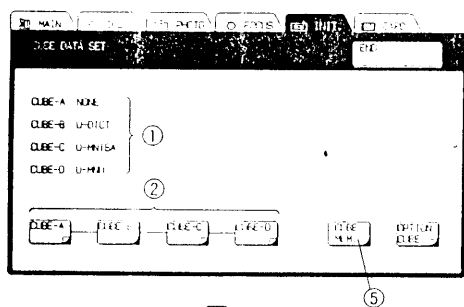
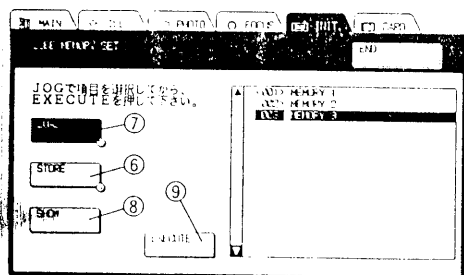

図 6
図 8
1 キューブデータの設定(CUBE) (図6, 7)
- 1) INIT. 設定画面の [CUBE] スイッチ(以後スイッチは略します。)を押すと、図6のキューブデータ設定画面となります。
(図 8)
- 1) **CUBE MEM.** ⑤(5頁図6)を押すと、図8の画面となります。
- 2) **STORE** ⑥を押し、JOGダイヤルで登録したいメモリーNo.を選択します。
- 3) **EXECUTE** ⑨を押すと、確認画面がでますのでOKの場合は **ENTER** を、間違った場合は **CANCEL** を押します。
- 2) **LOAD** ⑦を押し、JOGダイヤルで呼出ししたいメモリーNo.を選択します。
- 3) **EXECUTE** ⑨を押すと、カーソル位置のデータが呼出されます。
- 3) **SHOW** ⑧を押すと、現在選択されているメモリー詳細内容を表示します。